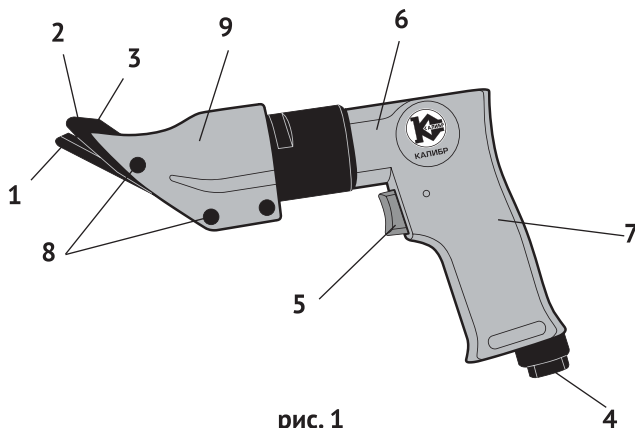

рис. 1
4.1 Общий вид ножниц схематично представлен на рис. 1
Основные элементы ножниц: ротационный пневмодвигатель, планетарный редуктор, эксцентриковый приводной механизм и пусковое устройство расположены в металлическом корпусе (рис.1 поз.6), выполненном заодно с рукояткой (рис.1 поз.7). Рукоятка закрыта накладкой из виброгасящего материала. В нижней части рукоятки находятся штуцер подвода сжатого воздуха (рис.1 поз.8).
В металлический корпус редуктора (рис.1 поз.9) крепятся верхние, неподвижные: правое (рис.1 поз.2) и левое (рис.1 поз.3) лезвия и нижнее (рис.1 поз.1), подвижное лезвие.
Включение ножниц осуществляется нажатием на курок выключателя (рис.1 поз.5), расположенный в передней части рукоятки (рис.1 поз.7). Отпущенный курок, пружиной возвращается в исходное положение – выключено (прекращена подача сжатого воздуха).
- открутить шестигранным ключом (входит в комплект поставки) два винта крепления лезвий (рис.1 поз.8);
- совместив нижние крепёжные отверстия двух неподвижных лезвий (рис.1 поз.2 и 3) наживить винтовое соединение;
- вставить между неподвижными лезвиями нижнее подвижное (рис.1 поз.1) и совместить крепёжные отверстия лезвий с верхним отверстием корпуса редуктора (рис.1 поз.9);
6.4 Перед соединением шланга для подачи воздуха с ножницами, его необходимо предварительно продуть. Добавьте 4 - 5 капель масла в воздушное входное отверстие (рис.1 поз.8) ножниц для смазки внутренних механизмов.
- подсоедините один конец воздушного шланга к компрессору, а второй – к входному штуцеру (рис.1 поз.8) пневматических ножниц;